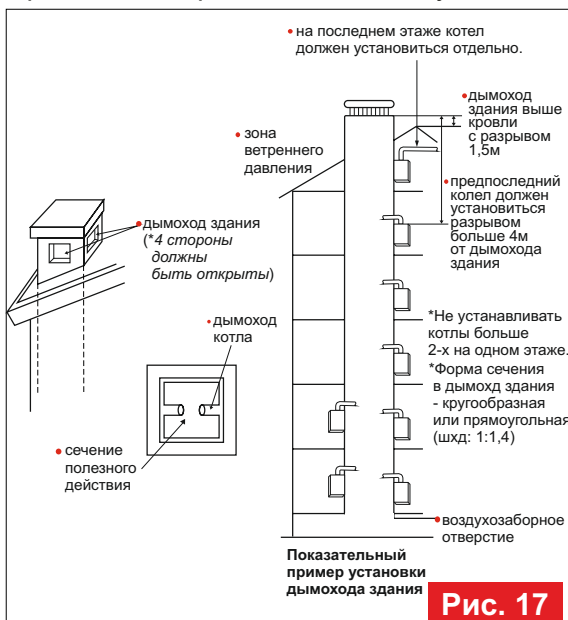

Рис. 17
2. Конструктивное исполнение дымохода здания показано на рис. 17